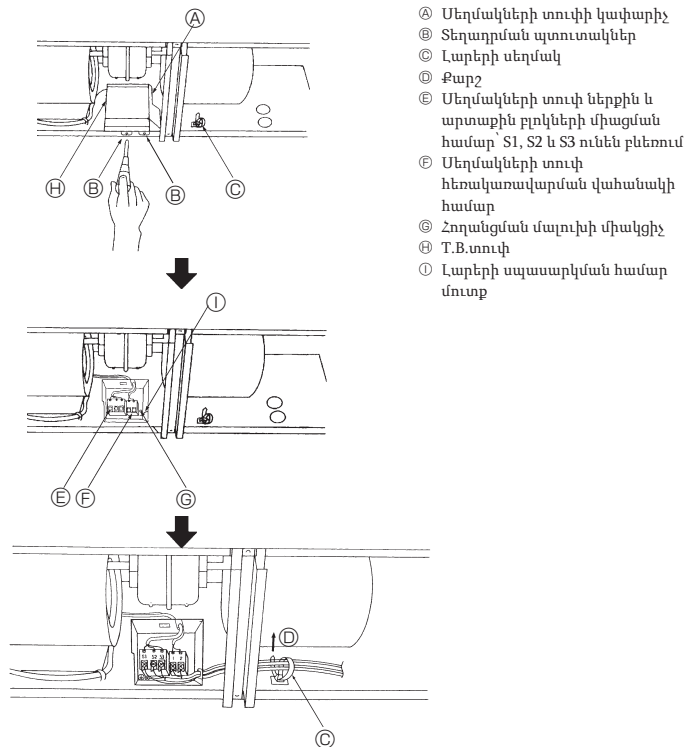

Fig. 6-1
6.1. Էլեկտրական լարեր (Fig. 6-1)